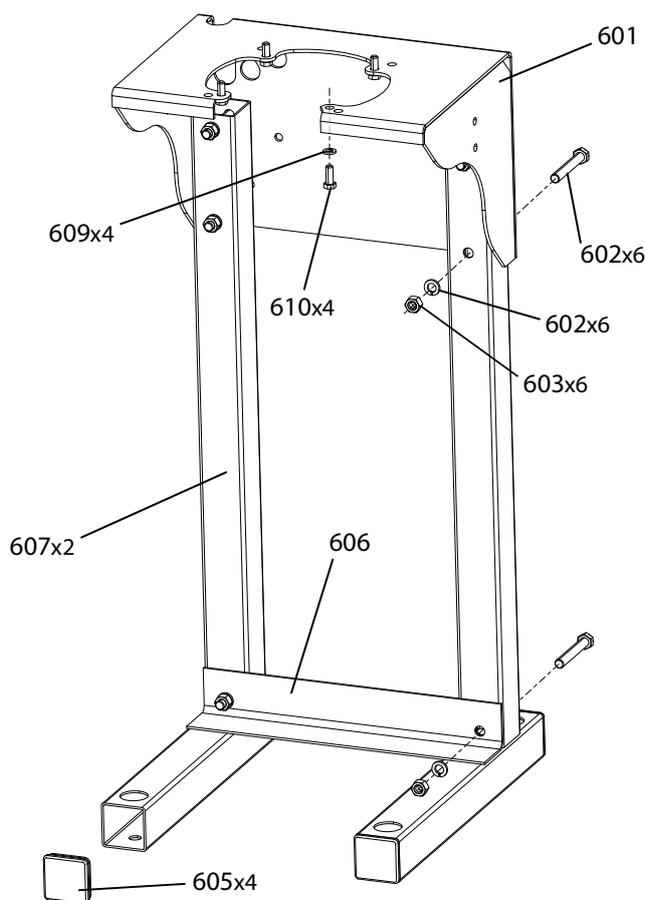

Рис. 25: Стойка для насоса
1. Соберите стойку, как показано на **Рис. 25**.